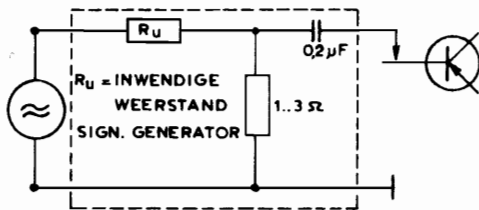

fig. 1
- Signaal via meetkop fig. 1 aansluiten op basis van transistor T1.
MF - Signaalgenerator via meetkop fig. 1 aansluiten op basis van transistor T3. Frequentie 470 kHz. Sterkte van meetsignaal 1 mV. R 13 instellen op 50 mW output (voorlopige instelling).
Signaalgenerator via meetkop fig. 1 aansluiten op basis van transistor T2. Frequentie 470 kHz. Gevoeligheid voor 50 mW output: 20 - 40 mV.
Signaalgenerator via meetkop fig. 1 aansluiten op basis van transistor T1. Frequentie 900 kHz. Gevoeligheid voor 50 mW output $1\frac{1}{2}$ µV → eventueel de instelling van R 13 corrigeren.